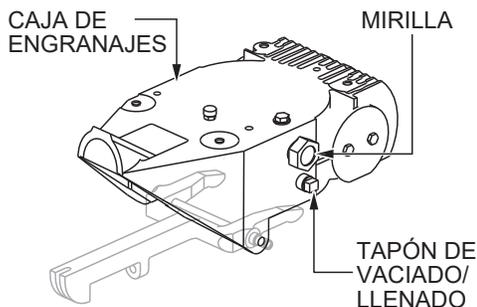

Figura 21. Aceite de caja de engranajes
1. Observe la mirilla por el lado de la caja de engranajes (Figura 21) para determinar el nivel del aceite de la caja de engranajes es bajo. El nivel de aceite correcto está en la mitad de la mirilla.
2. Si el nivel de aceite de la caja de engranajes es bajo, quite el tapón de drenaje/llenado (Figura 21) y llene con aceite sintético Chevron Cetus® HiPerSYN® 460 hasta que se alcance el nivel de aceite correcto. Vuelva a colocar el tapón de drenaje/llenado cuando haya acabado.